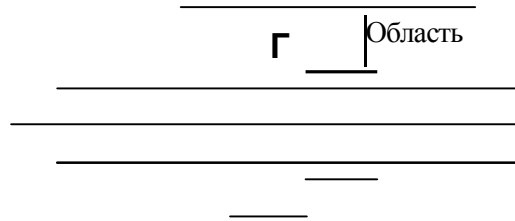

Рисунок 27
4. Укажите контур, определяющий границы области (см. Рисунок 27).